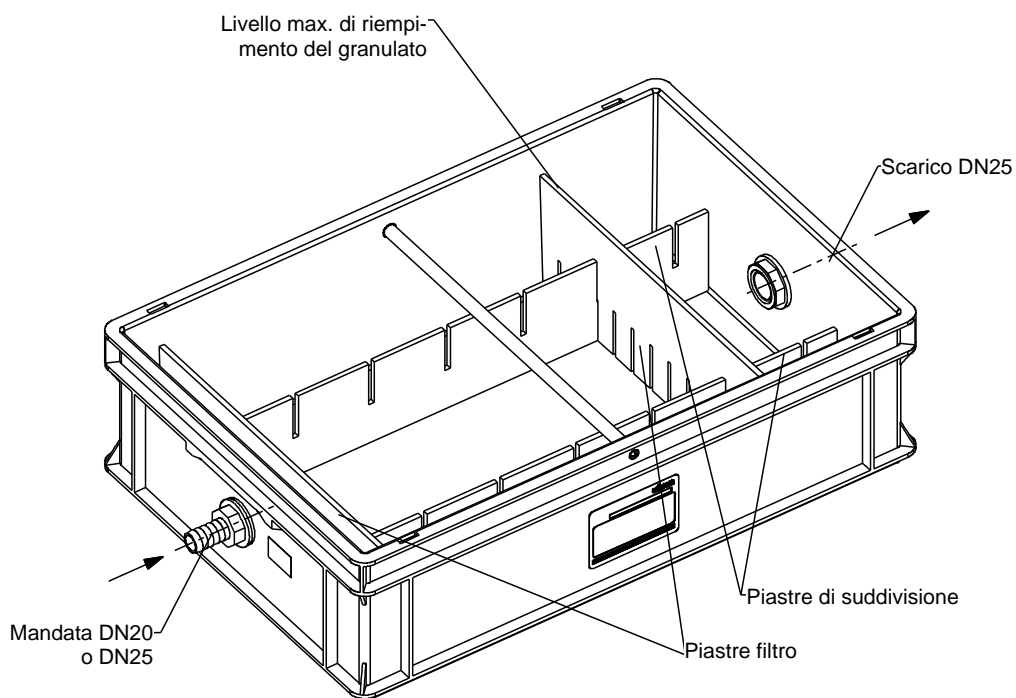

Fig. D-5: livello di riempimento del granulato N-210
- Nell'N-210 adattare la camera di caricamento del granulato di neutralizzazione alla potenza della caldaia a condensazione da collegare. Ciò avviene inserendo le piastre come illustrato in Fig. D-5, D-6; se necessario montare il raccordo DN 20 per tubo flessibile di mandata e collegarlo al tubo flessibile DN 20 opzionale.